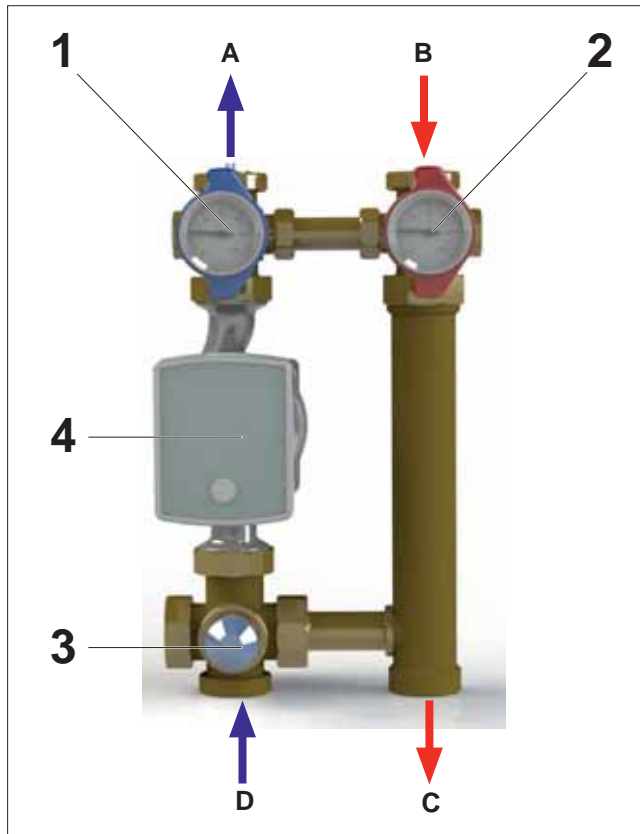

Abb.: 1 Komponentenübersicht
- Schließen Sie die Vor- und Rücklaufleitungen an (Systemanschlüsse, siehe „Abb.: 1 Komponentenübersicht“ auf Seite 8).